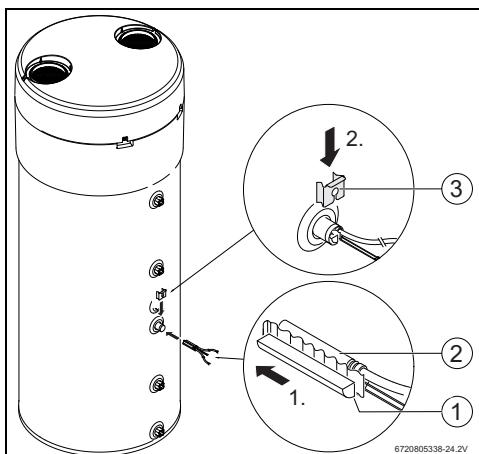

Fig. 11
- Montar o conjunto de fixação [1], o sensor NTC do acessório [2] e posicionar o conjunto de acordo com a Fig. 11.